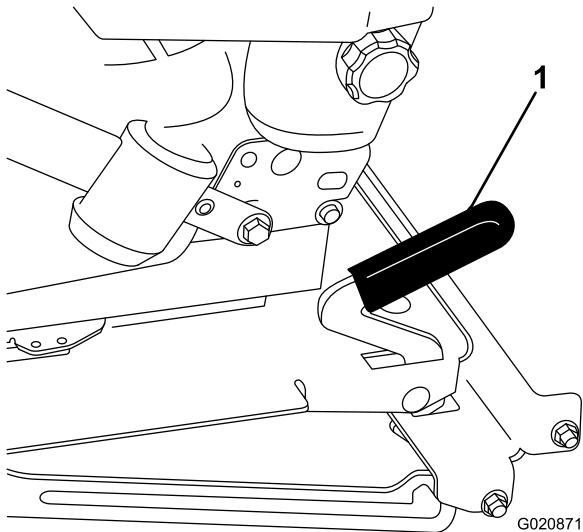

Figure 25
- Tirez le levier de blocage en avant et soulevez-le pour débloquer le siège (Figure 25).